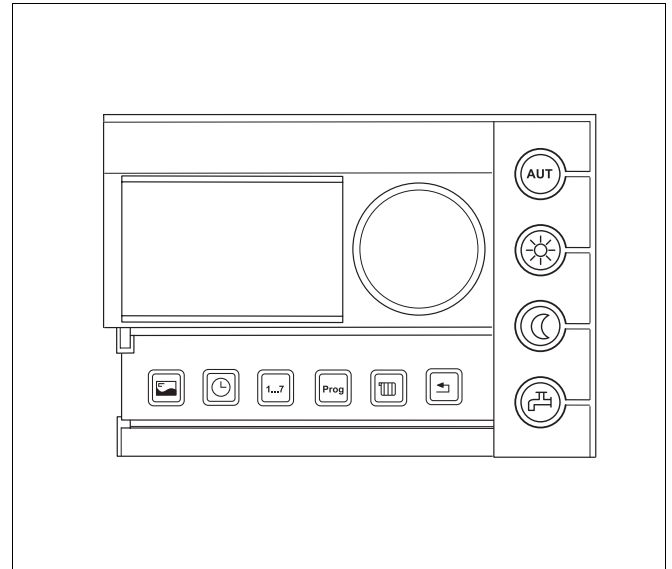

Abb. 7 Bedieneinheit RC30 (mit geöffneter Klappe)
- Nehmen Sie die Einstellungen an der Bedieneinheit (z. B. RC30, siehe Abb. 7) vor. Wir empfehlen, dass Sie folgendes prüfen bzw. einstellen: